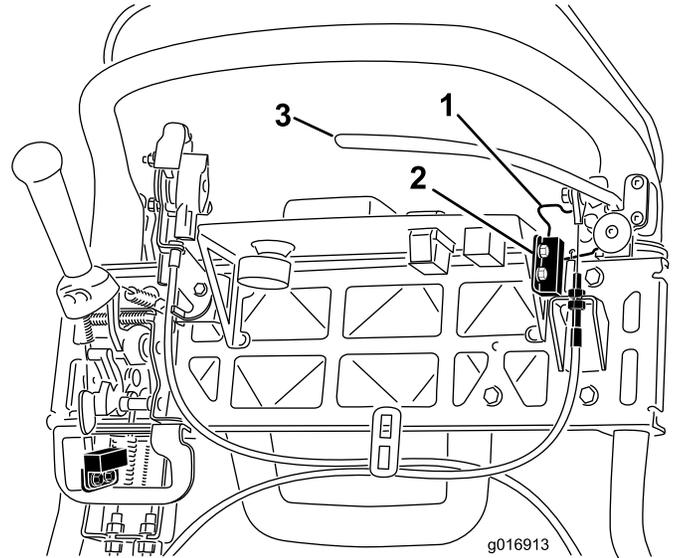

图39
4. 松开联锁开关紧固件(图39)。
5. 在手刹锁定装置与联锁开关之间放入 1.6mm 厚的塞尺(图39)。
4. 要增加拉线的张力，请拧松上部拉线锁紧螺母并拧紧下部拉线锁紧螺母(图39)，直至为了松开手刹锁定装置，需要对刹车制动杆手柄施加 156N 的力。切勿调节过度，或致使刹车带拖磨。